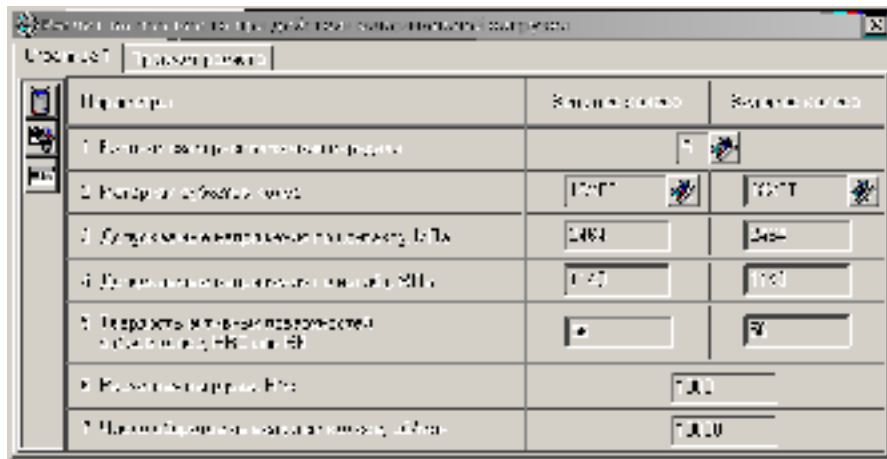

Рисунок 1.19 - Сторінка 1 розрахунку на міцність
8. Виберіть і задайте необхідні параметри (рис. 1.19). При натисканні на кнопку **Розрахунки** з'явиться текстове вікно з результатами розрахунків зведених у таблицю, які можна зберегти. Після цього натисніть кнопку **Повернення в головне вікно**.